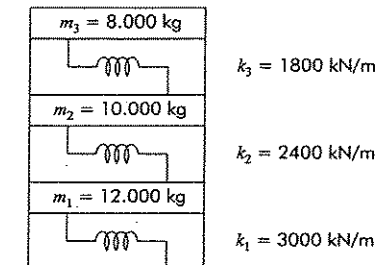

FIGURA P22.22
22.22 Engenheiros e cientistas usam modelos massa-mola para desenvolver uma percepção da dinâmica de estruturas sob a influência de distúrbios, tais como terremotos. A Figura P22.22 mostra essa representação para um edifício de três andares.